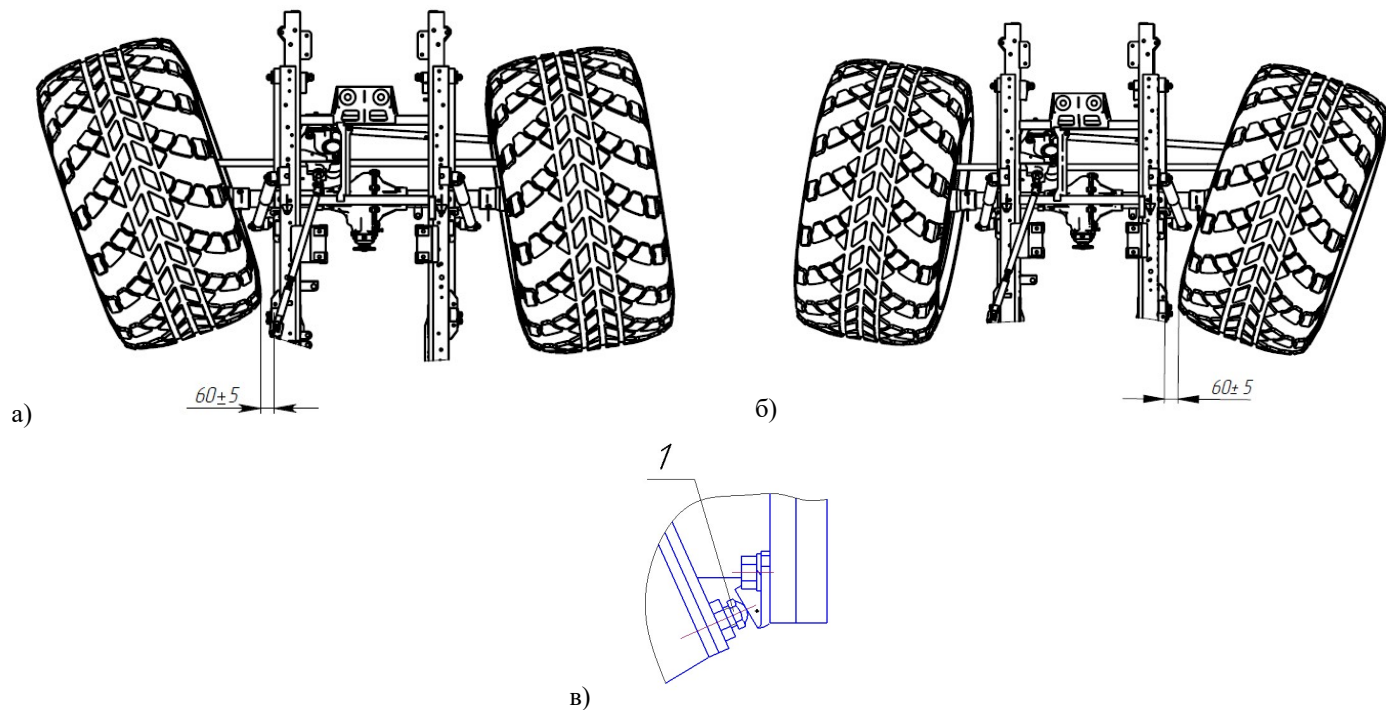

Рис. 6.25. Регулировка углов поворота колес.
Произвести регулировку углов поворота колес переднего моста влево (см. Рис. 6.25 а) и вправо (см. Рис. 6.25 б). Для этого регулировочные болты упоров-ограничителей (Рис. 6.25 в) поворота колес выставить таким образом, чтобы колеса по боковой поверхности шин сзади, при поворотах до упора в регулировочные болты, не доходили до боковых поверхностей рессор на 60 ± 5 мм (Редуктор КР, диск №3, шина 1280 – расстояние от боковой поверхности шин сзади до боковых поверхностей рессор – 115 мм).
13. При увеличенном зазоре от упорного болта 1 (рисунок 6.25) до балки (более 0,5...1 мм) (колеса ВТС стоят на
б) Поворачиваем руль до упора вправо. Вращаем упор ограничительного винта 1 против часовой стрелки, контролируя при этом расстояние между упорным болтом и упором (рисунок 6.25). Расстояние должно быть не более 0,5...1 мм.
в) Поворачиваем руль до упора влево. Вращаем упор ограничительного винта 2 против часовой стрелки, контролируя при этом расстояние между упорным болтом и упором (рисунок 6.25). Расстояние должно быть не более 0,5...1 мм..